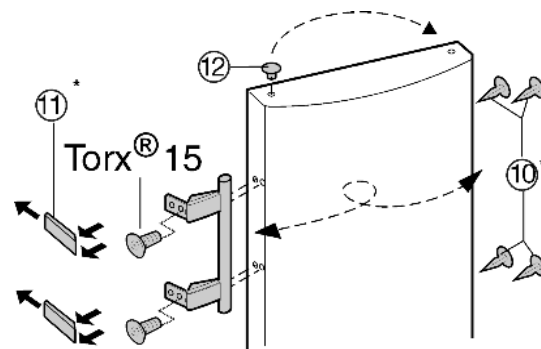

Fig. 6
- ▶ Enlever le bouchon Fig. 6 (12) du coussinet de la porte et le mettre de l'autre côté.
- ▶ Démontez la poignée de porte, le bouchon Fig. 6 (10) et les plaques d'appui Fig. 6 (11) puis les repositionner sur le côté opposé.